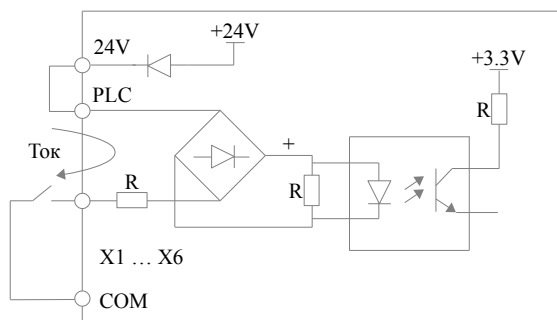

Рис. 4-7 Подключение через внутренний источник тока 24 В
Многофункциональные входные клеммы внутри привода включаются через мостовую схему как показано на рис. 4-7. Клемма PLC является общей для X1-X6. Подключение клемм X1-X6 отличается гибкостью и характеризуется следующими методами:
1) Аналоговый вход дифференциального напряжения, подключение согласно рис. 4-7